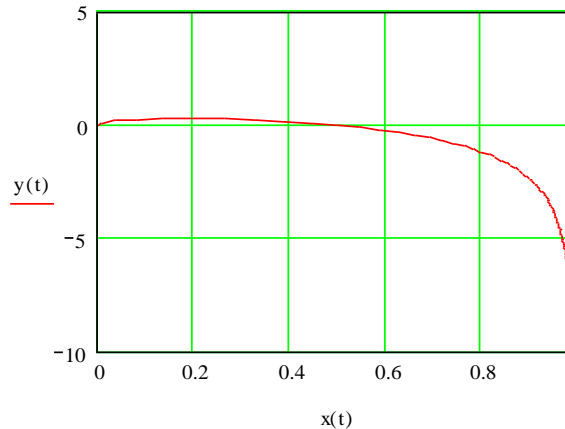

Рисунок 3.19 - Построение кривой, заданной параметрически
**Пример 3.6.** Построение кривой, заданной параметрически, приведено на рис.3.19.